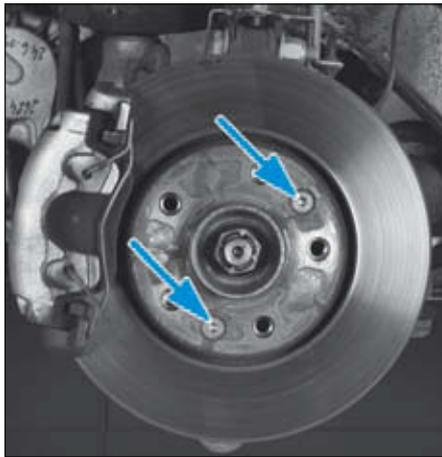

FIG.6
- les vis de fixation du disque (Fig.6),